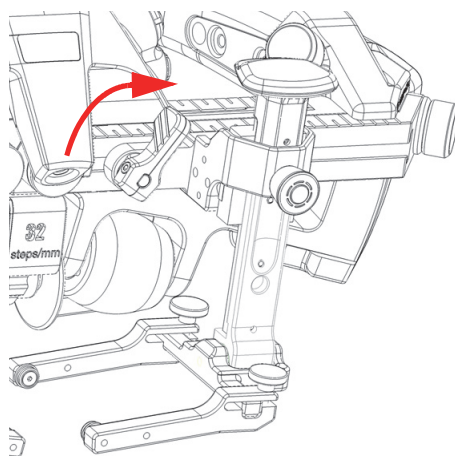

Figura 2-11 Leva di posizionamento bloccata
3. Ruotare la leva di posizione in senso orario per bloccare il supporto della sonda in posizione (Figura 2-11 a pagina 48).